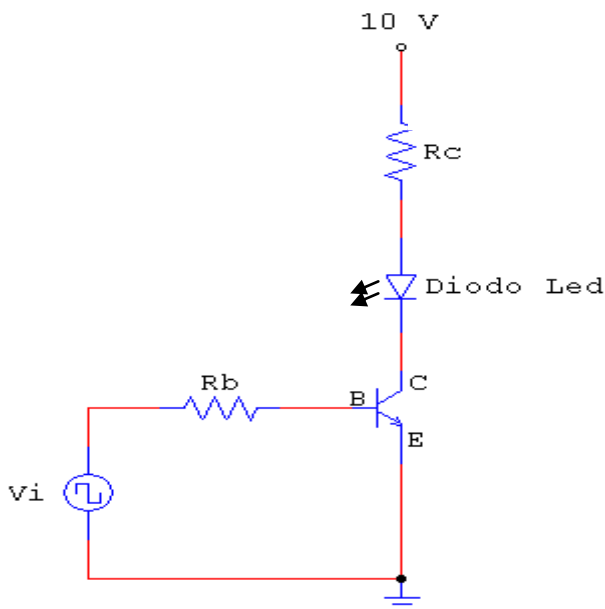

Figura 2.23
1. Monta el circuito de la Figura 2.23.